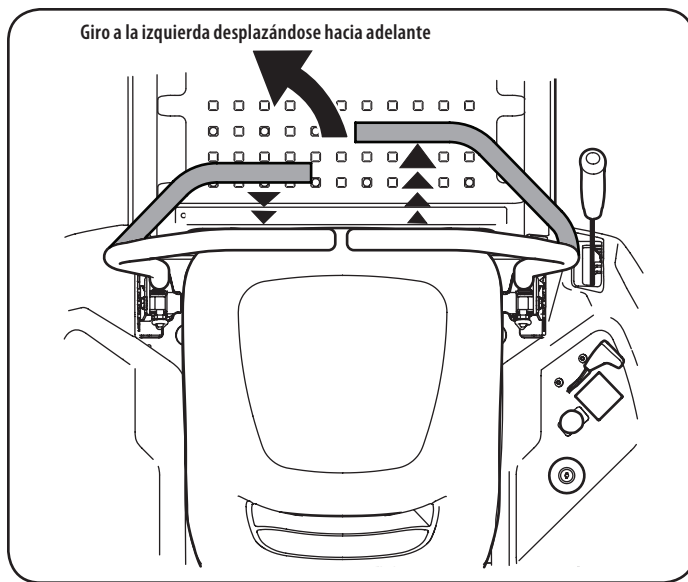

Figura 11
1. Para girar a la izquierda, mueva la palanca de control del lado izquierdo hacia atrás respecto de la palanca derecha. Vea la Figura 11.